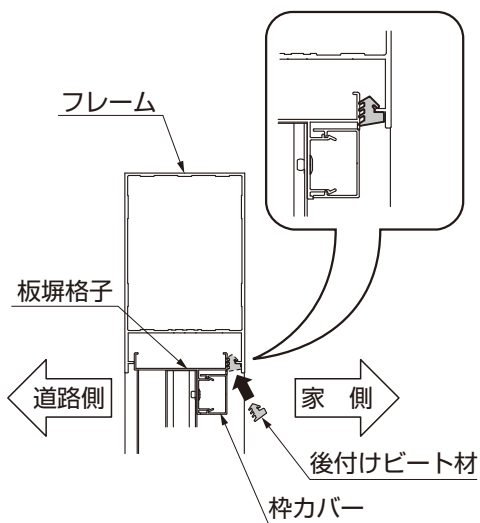

図5-7
- ④後付けビート材を板塀格子とフレームのすき間にはめ込んでください。(図5-7参照)
- ⑤余分な後付けビートを切詰めてください。